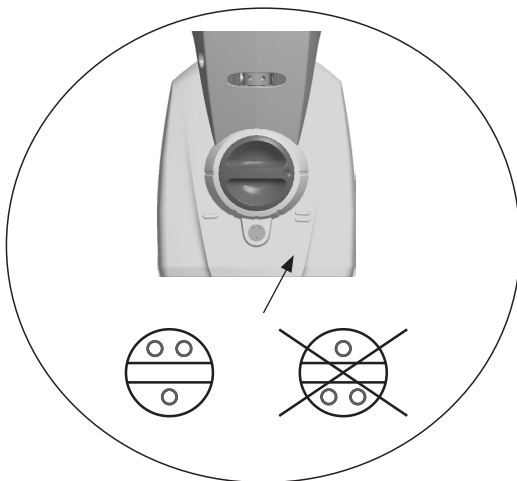

Fig. 4
- Einstellung: wird nicht gebraucht für 22 mm heftklammern. Dieses Klammergerät ist nur für 22 mm Heftklammern. Die Klammereinstellung so einstellen, wie in Fig. 4 beschrieben.